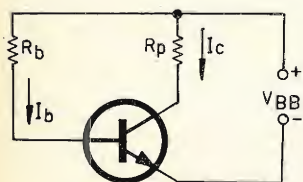

figura 5
La figura 5 mostra il montaggio da noi adottato per tali rilievi, mettendo in evidenza le correnti che scorrono nel transistor, così come abbiamo fatto per le figure precedenti.
5) Misura di  $I_c$  per  $I_b = 10 \mu A$ : si realizza il montaggio di figura 5.